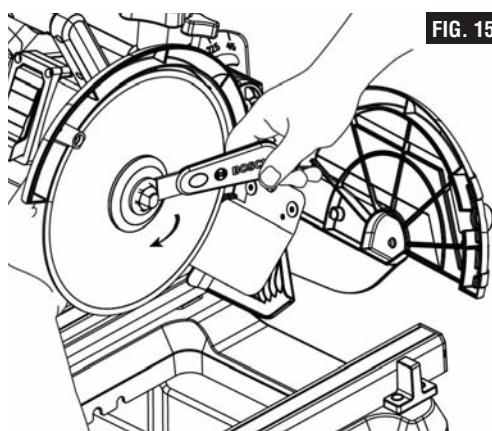

FIG. 15
5. Réinstallez la bride et l'écrou extérieurs. Appuyez sur la commande de verrouillage de la broche d'une main et serrez l'écrou dans le sens des aiguilles d'une montre avec la clé fournie. Fermez et serrez le bouton de verrouillage du protecteur de lame (Fig. 15 et 16).